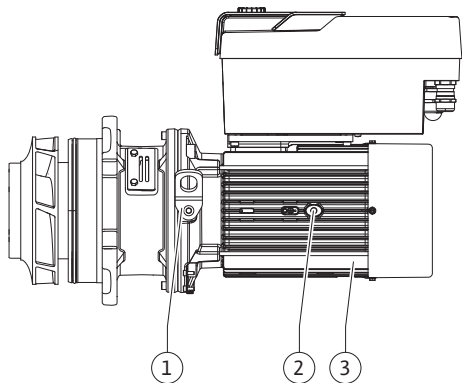

Fig. 102: Smontovaná jednotka
13. Zasuňte smontovanou jednotku (viz Fig. 102) do tělesa čerpadla v původní, resp. v jiné, požadované úhlové poloze. Přitom věnujte pozornost instalační poloze komponent (viz kapitola „Přípustné polohy instalace a změna uspořádání komponent před instalací“ [► 24]).